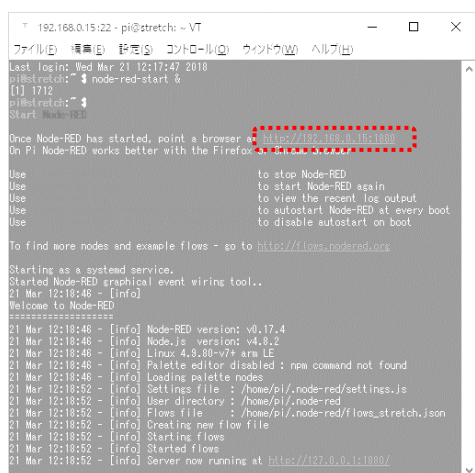

図 13-4 Node-RED を起動したときの画面例
- (5) 次に、以下のコマンドを入力し、Node-RED を起動します。起動時の画面例を図 13-4 に示します。メッセージ内に「Server now running」が表示されたら、Node-RED の準備完了です。